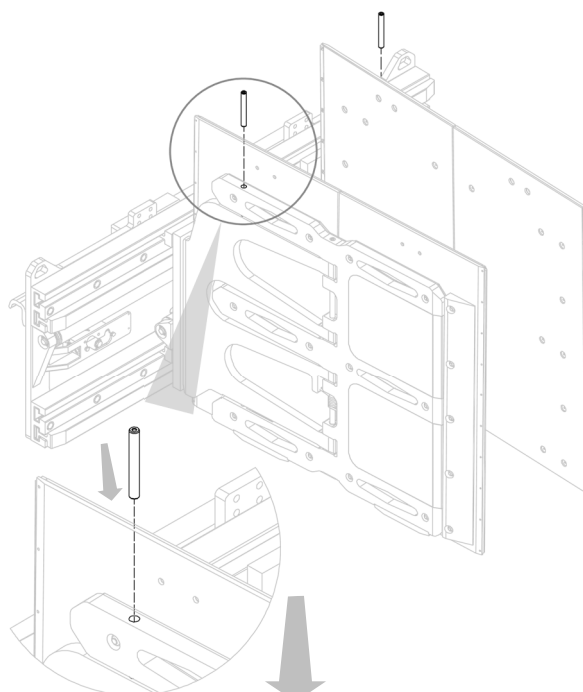
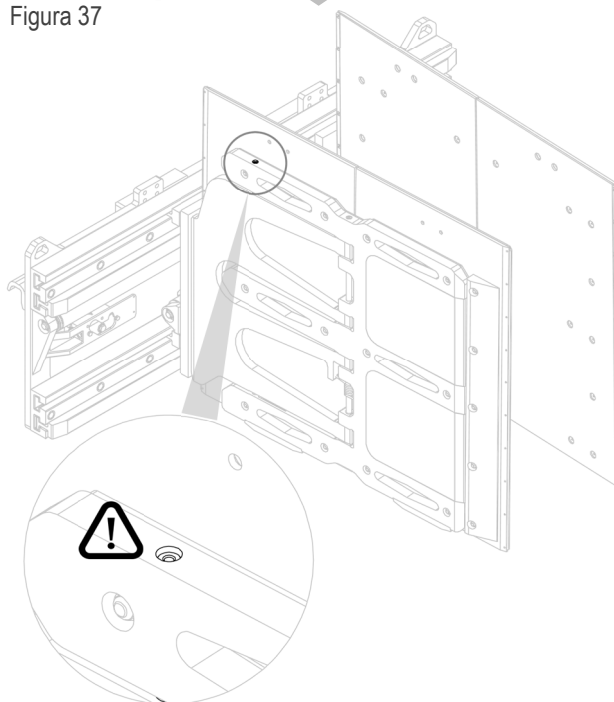

Figura 37
Figura 38
2. Introducir, uno a uno, los pernos superiores de tope de oscilación en los orificios correspondientes de la mordaza (ver *Figura 37*).
Nota: El perno debe apoyarse completamente en la horquilla, por lo que, al insertarlo, los orificios de la horquilla y la mordaza deben coincidir, asegurando que la oscilación de la mordaza sobre la horquilla sea de 0° (ver *Figura 37* y *Figura 38*).